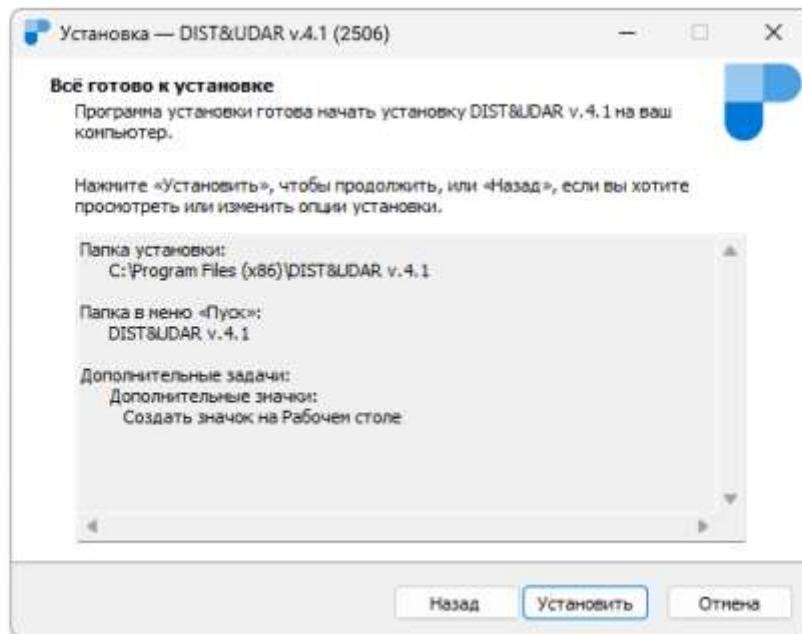

Рисунок 2.3.4 – Опции установки
6. Проверить опции установки (см. Рис. 2.3.4). При необходимости, изменить опции установки вернувшись к их настройкам, нажав *Назад*.